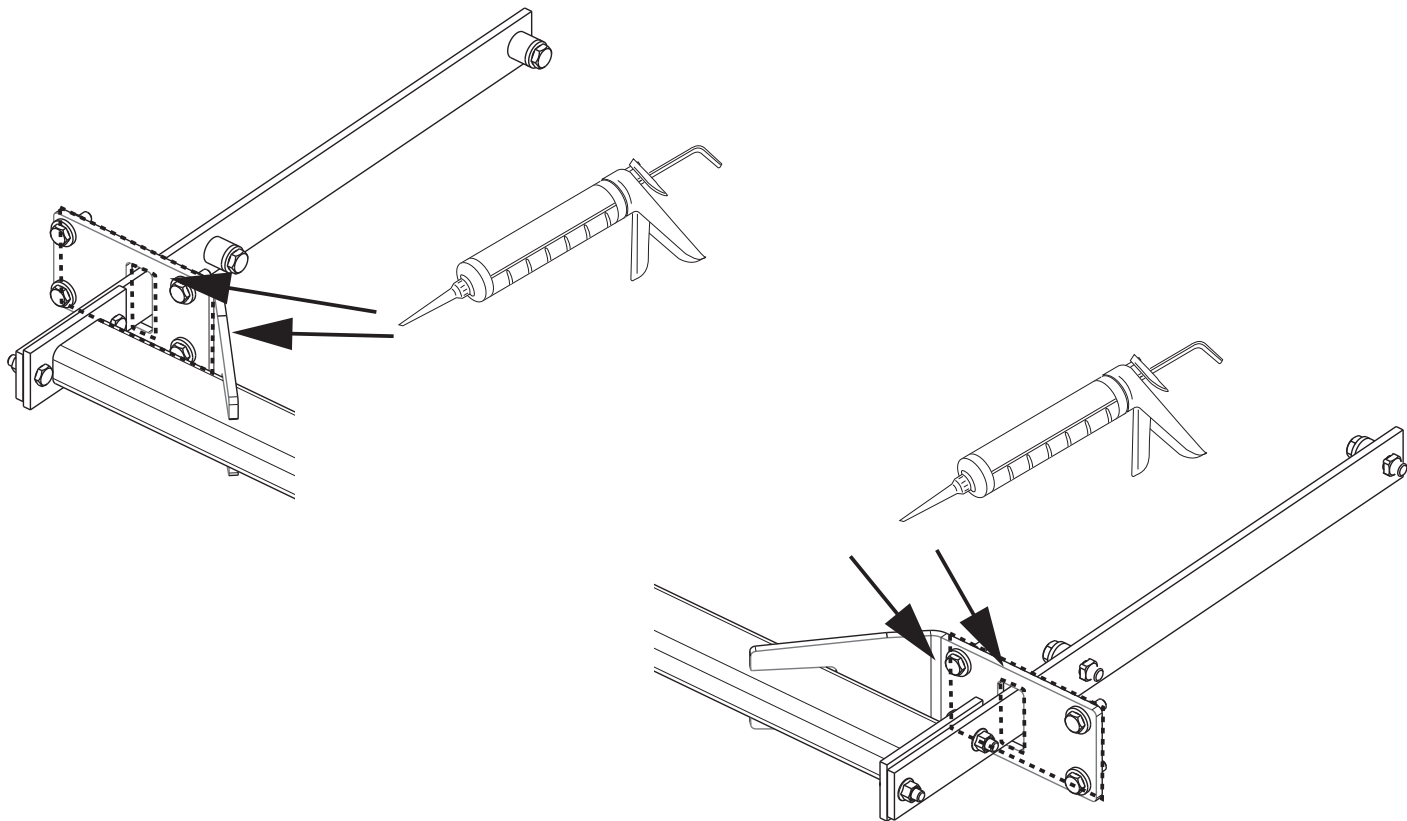

Fig.2
8. Герметизировать обозначенные части (см. рис. 2)